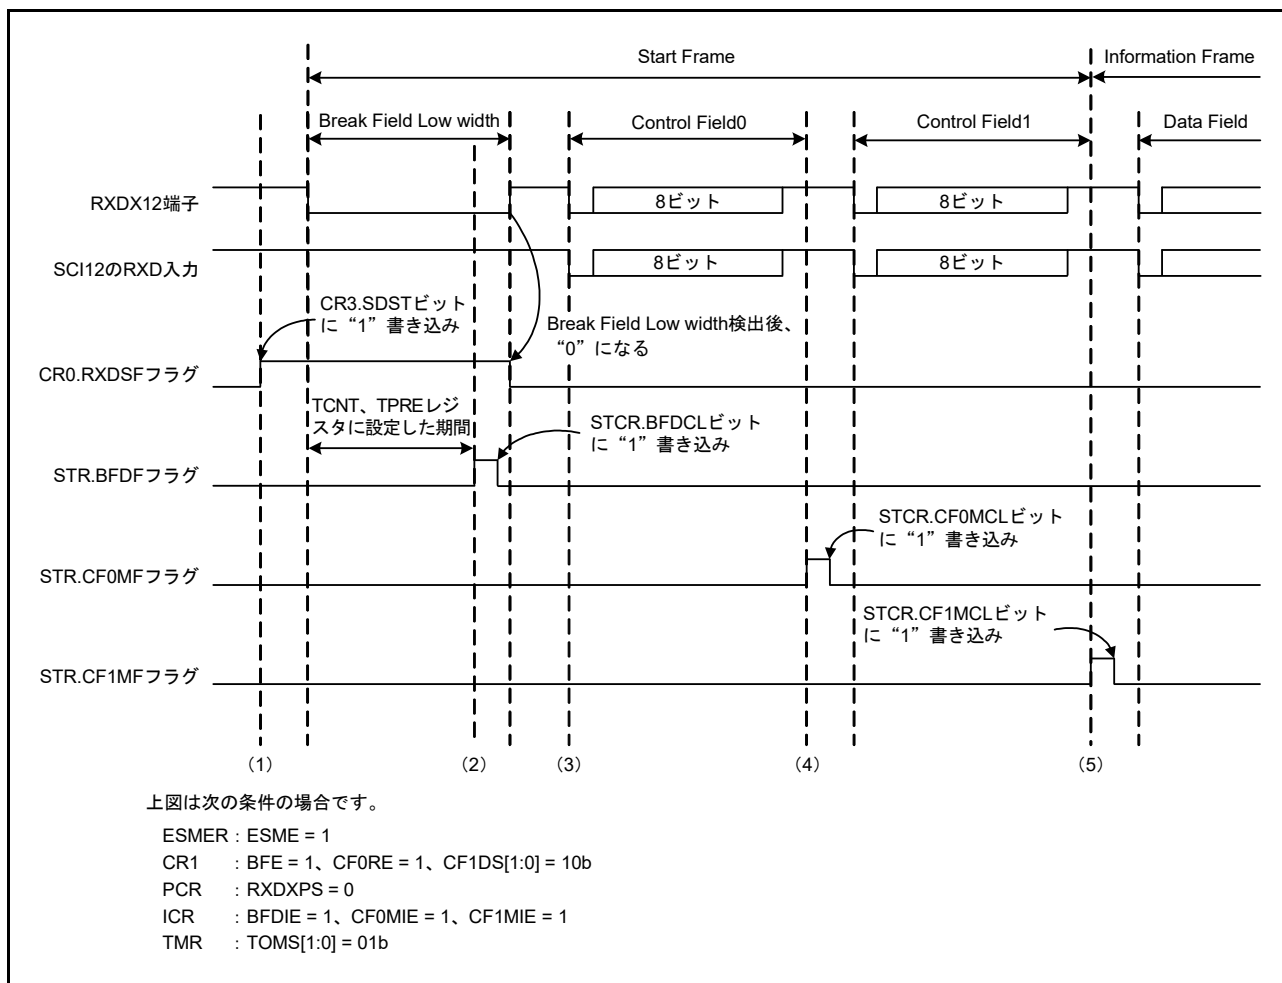
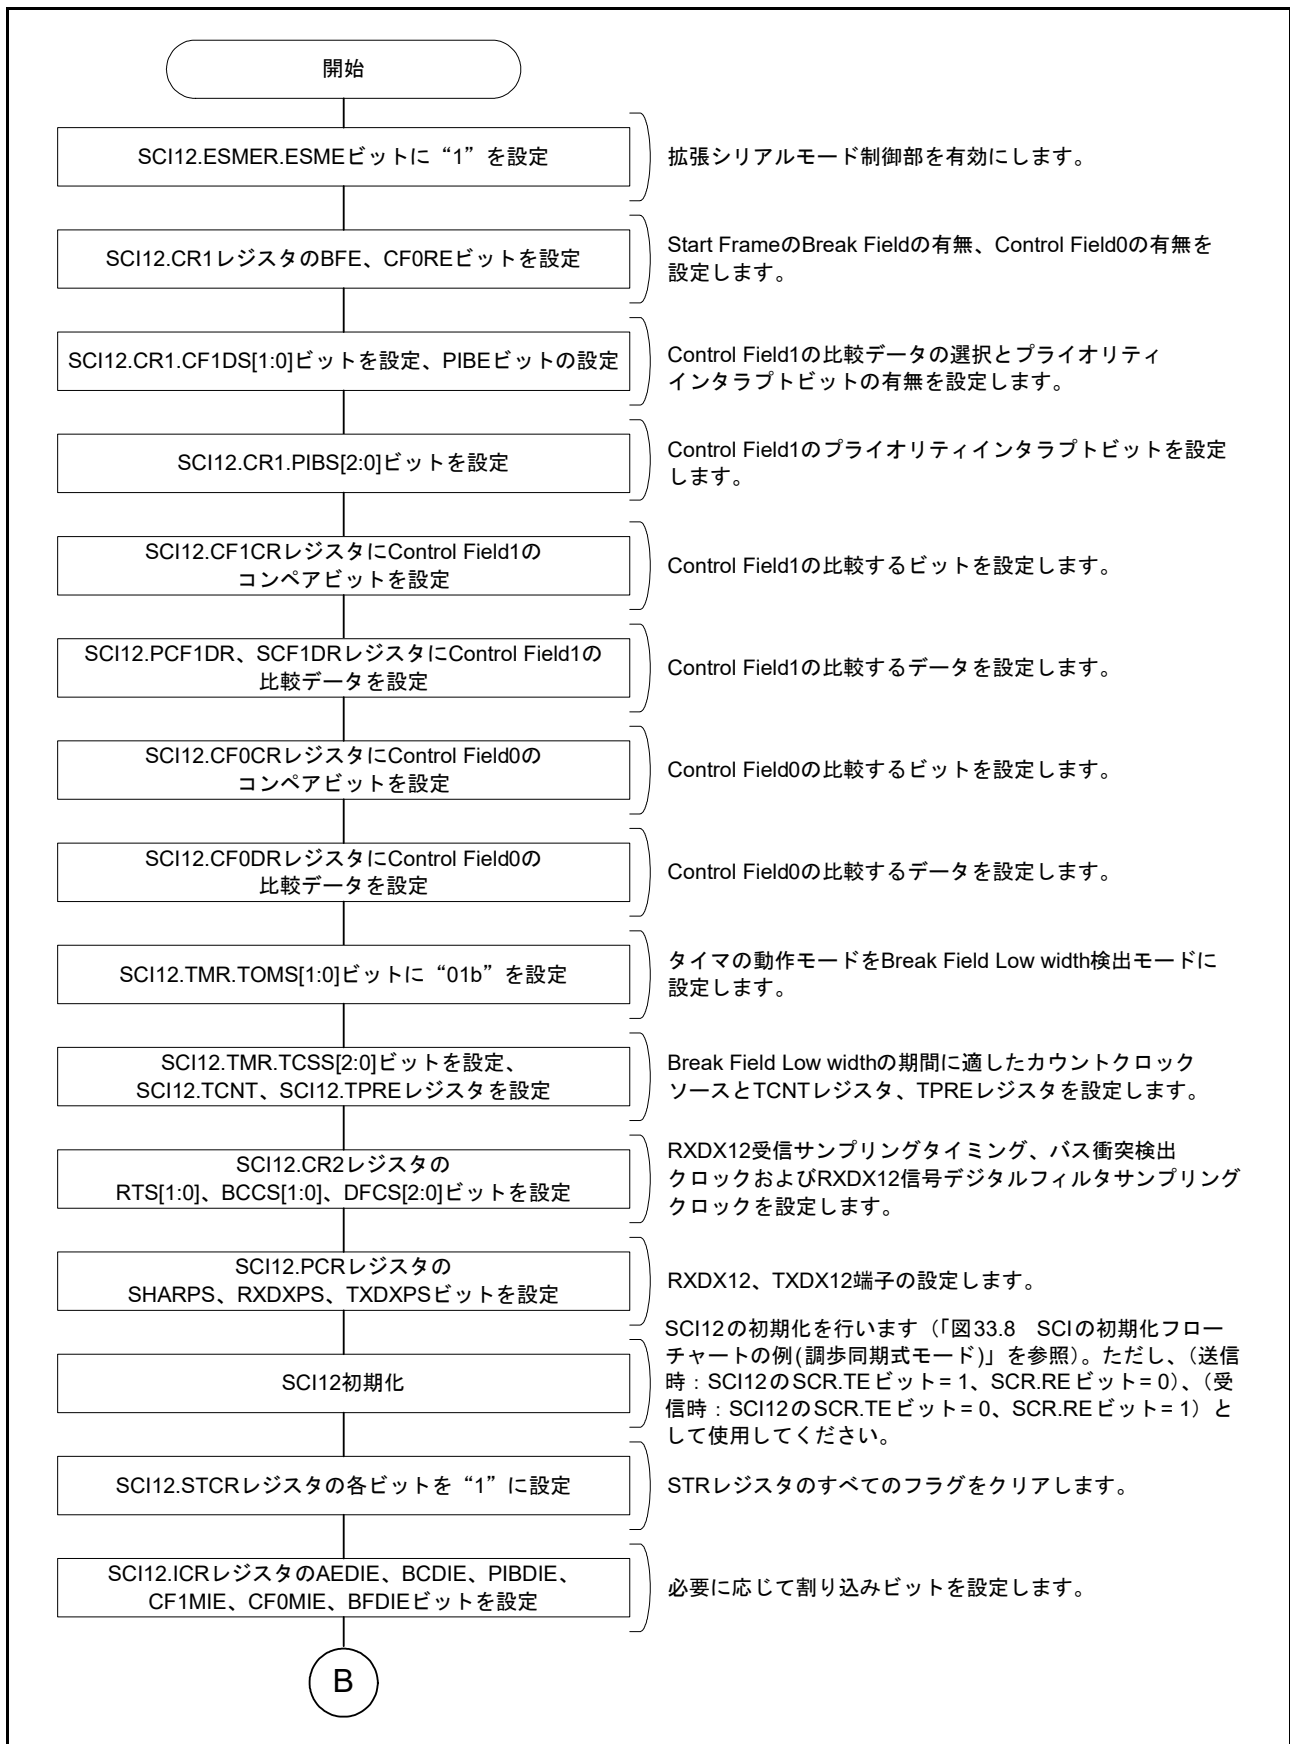
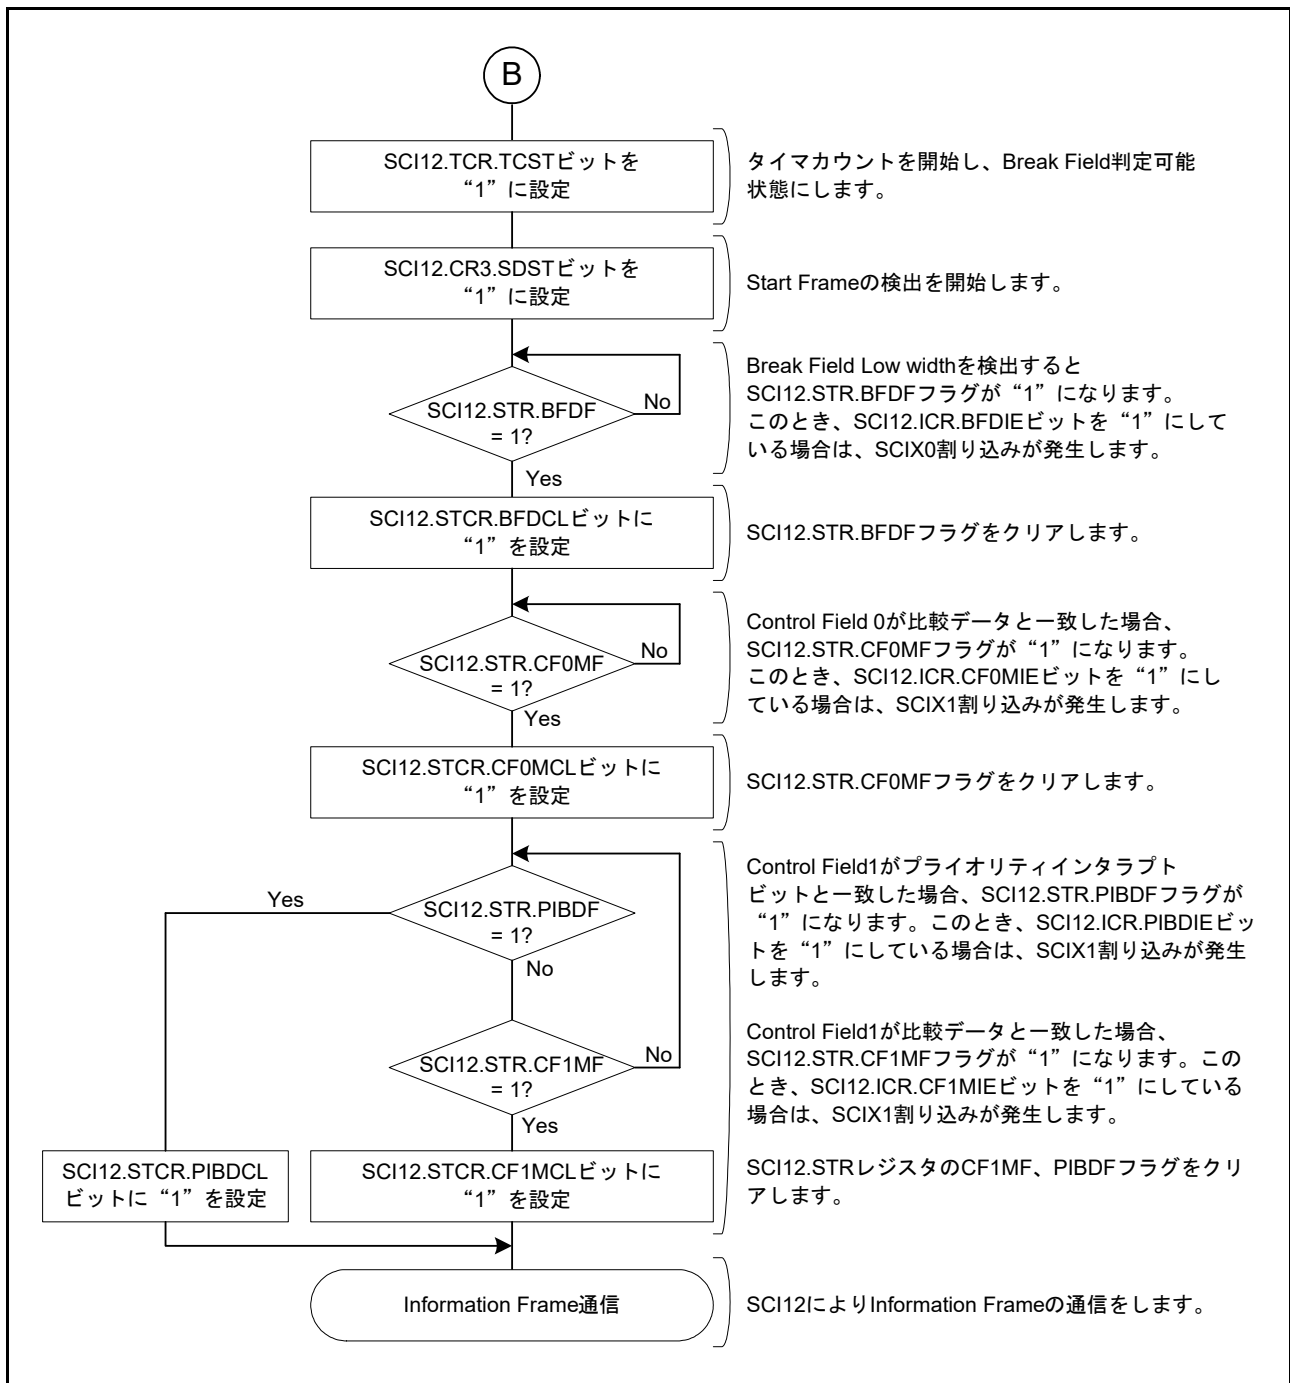
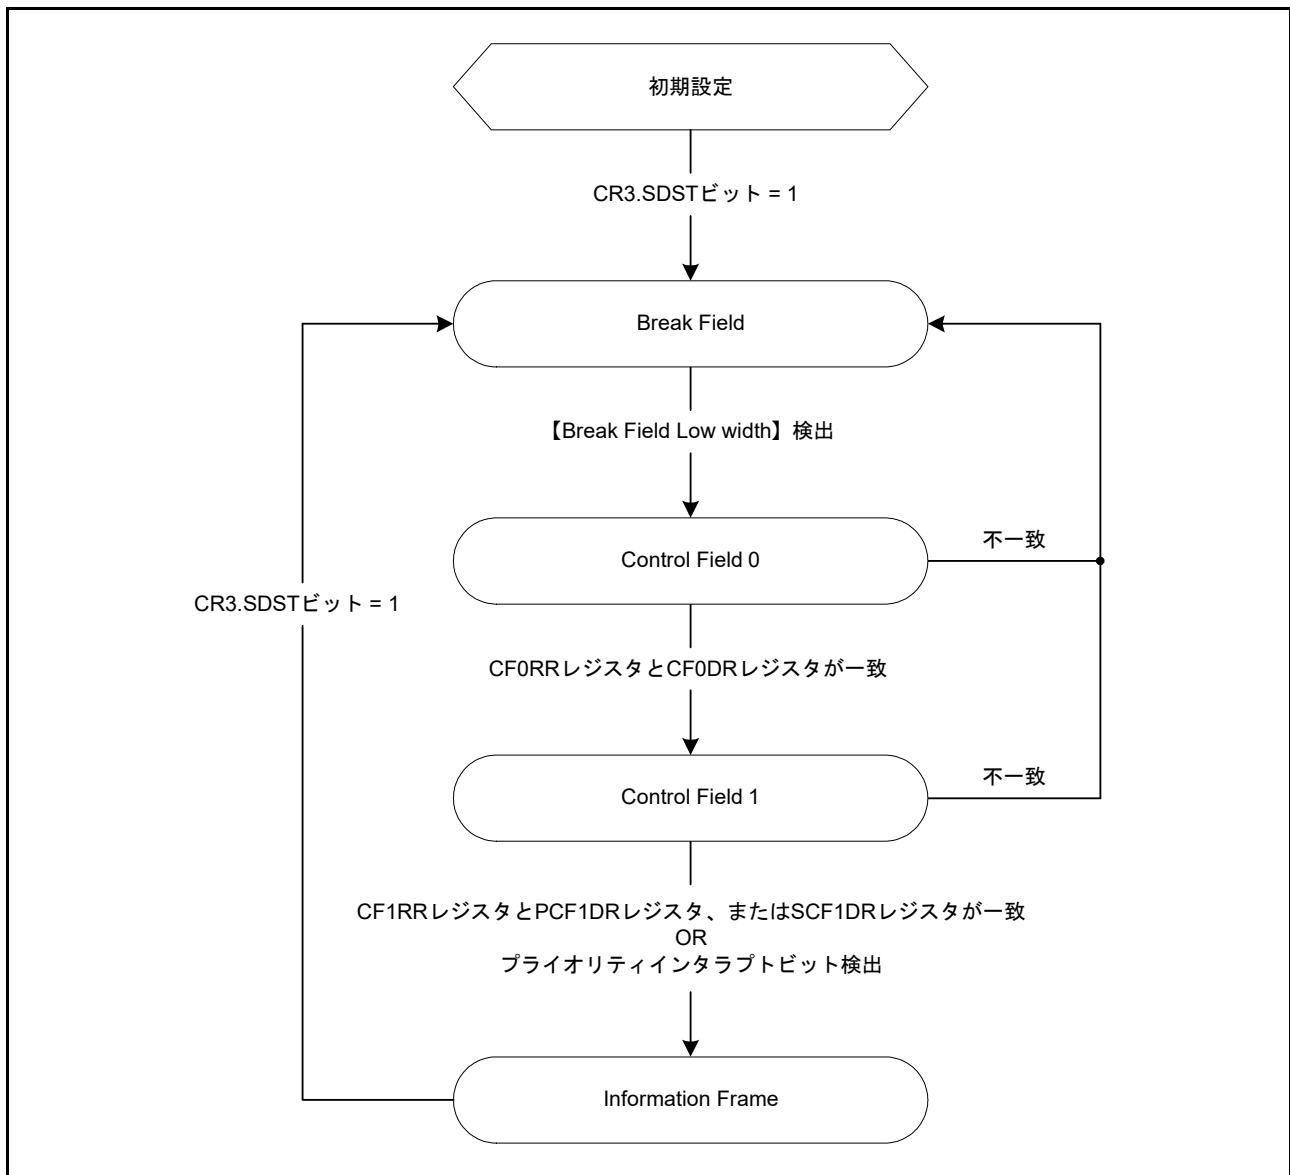

図 33.63 Start Frame 受信時の動作例
図 33.64 Start Frame 受信フローチャート例 (1)
図 33.65 Start Frame 受信フローチャート例 (2)
図 33.66 Start Frame 受信時の状態遷移図
図 33.63 に Break Field Low width、Control Field 0 および Control Field 1 で構成される Start Frame の受信時の動作例を示します。また、図 33.64、図 33.65 に Start Frame の受信を行うためのフローチャート、図 33.66 に拡張シリアルモード制御部の状態遷移図を示します。
(1)～(4) は図 33.63 の Start Frame 受信時の動作例 (1)～(4) と同様になります。
(5) CR1.PIBS[2:0] ビットで指定したビットの値が PCF1DR レジスタに設定した値と一致した場合、STR.PIBDF フラグが“1”になります。また、ICR.PIBDIE ビットを“1”にしている場合は、SCIX1 割り込みが発生します。その後、SCI12 により、Information Frame の通信を行います。Control Field 1 で受信したデータが PCF1DR レジスタまたは SCF1DR レジスタに設定したデータのどちらとも一致せず、プライオリティインタラプトビットも検出しない場合は、Break Field Low width 検出前の状態に遷移します。